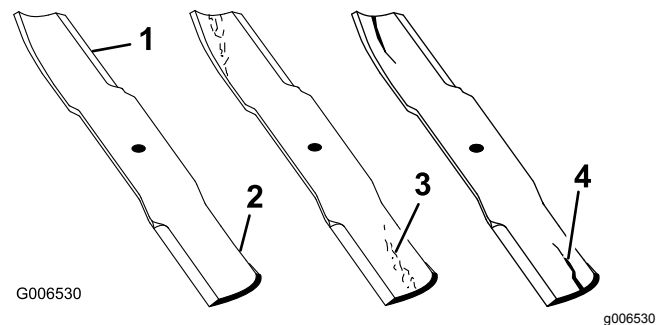

Bild 61
1. Untersuchen Sie die Schnittkanten (Bild 61).
2. Prüfen Sie die Schnittmesser, insbesondere den gebogenen Bereich (Bild 61).
Rillenbildung in diesem Bereich feststellen (Punkte 3 und 4 in Bild 61).